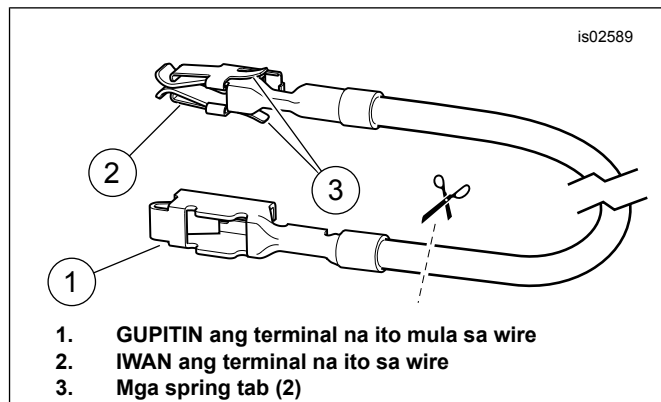

Figure 24. Fuse Block Adapter Wire (Dyna at Softail)
1. Tingnan ang Figure 24 . ang “dalawa sa isa” na kompigurasyon ng pinagdugtungan. Kunin ang **pulang** selyadong pandugtong na konektor (tingnan ang Figure 34 , Item 4) mula sa kit. Idugtong ang itim na kable (13) mula sa kit sa itim na ground wire ng transmitter alinsunod sa appendix ng manwal ng serbisyo. Ipasok ang conduit (10) mula sa kit sa ibabaw ng pinagdugtong kable ng ground.
4. Piliin ang mas maliit na dayametro na ring terminal (7) mula sa kit. Isiksik ang ring terminal sa itim na kable ng transmitter alinsunod sa mga tagubilin sa Packard crimping tool sa appendix ng manwal ng serbisyo.
- Tingnan ang Figure 24 . Ang "isa sa isa" na konfigurasyon na pinagdugtungan. Kunin ang **asul** na selyadong pandugtong na konektor (tingnan ang Figure 34 , Item 5) mula sa kit. Idugtong ang harness ng kable ng pambukas ng pinto ng garahe na power lead sa adapter na kable ayon sa appendix ng manwal ng serbisyo.
- Tingnan ang Figure 34 . Kunin ang kahel/puting kable ng fuse block adapter (12) mula sa kit. Tandaan ang terminal sa bawat dulo (tingnan ang Figure 24 ). Ang terminal lang na may mga spring tab ang magkakasya sa fuse block na ito. Dahan-dahang putulin ang hindi naggamit na terminal mula sa kable at itapon ito.